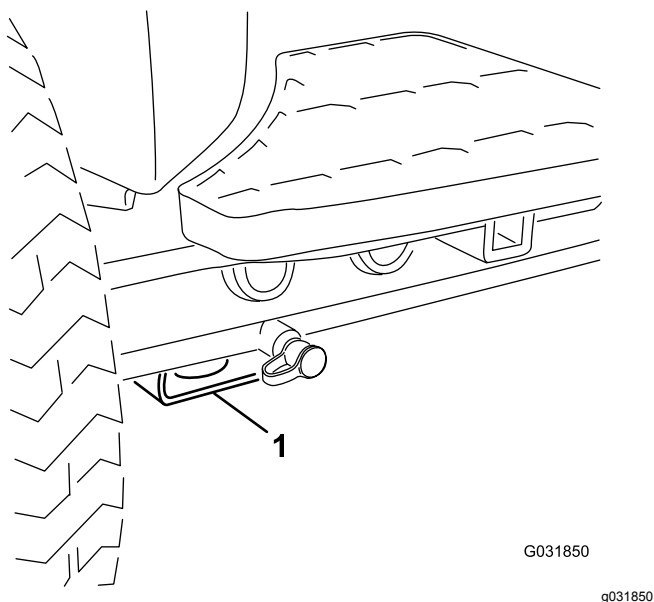

Рисунок 71
- В передней части используйте прямоугольную подкладку под трубой моста внутри каждого переднего колеса (Рисунок 71).